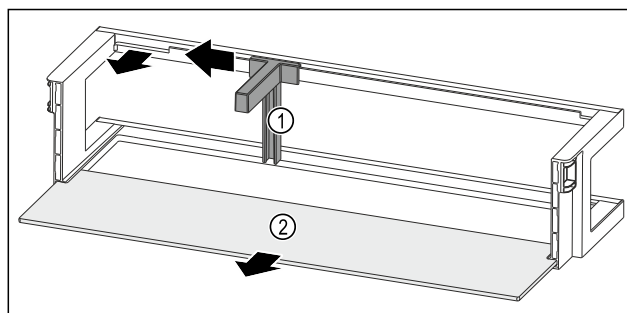

Fig. 138 Polica u vratima s držačem boca i policom za odlaganje
- Držać za boce Fig. 138 (1) pogurnite do otvora na stranu.
- Izvadite držač za boce Fig. 138 (1).
- Izvadite policu Fig. 138 (2).